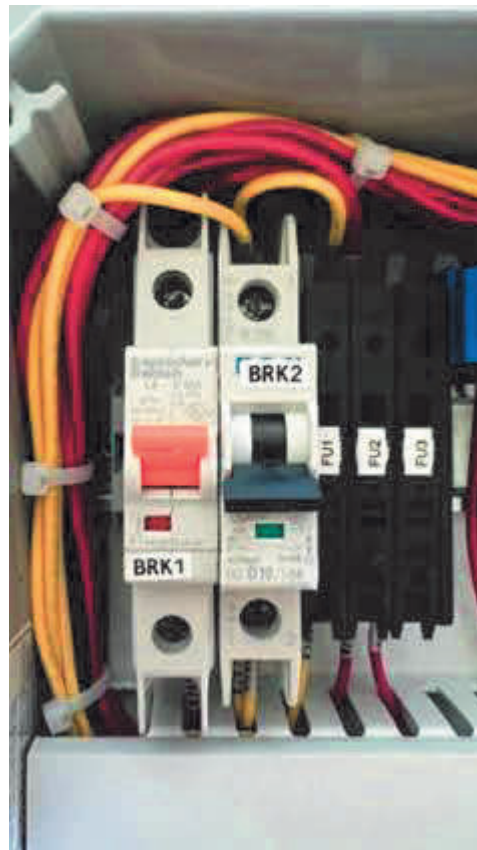

Figura 6-2: Posiciones de los disyuntores del panel de control para el funcionamiento adecuado de la estación
- **BRK1** es el disyuntor de la bomba de vacío y debe estar en la posición **ARRIBA** (CERRADO) para que la bomba de vacío funcione. **Vea Figura 6-2**